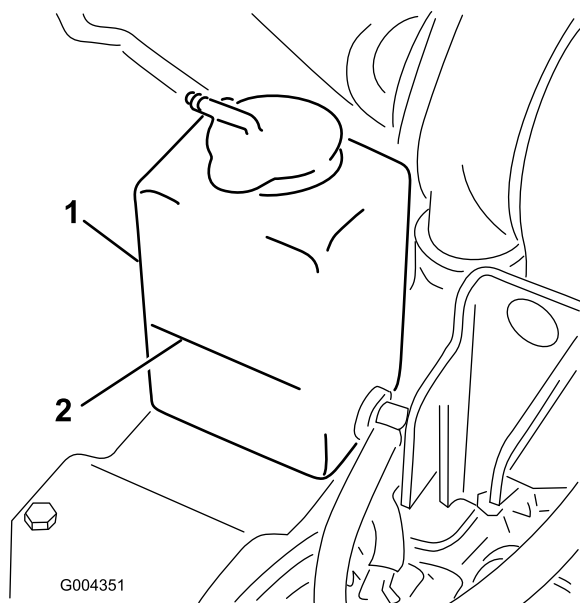

Bild 20
1. Prüfen Sie den Kühlmittelstand im Ausdehnungsgefäß (Bild 20).